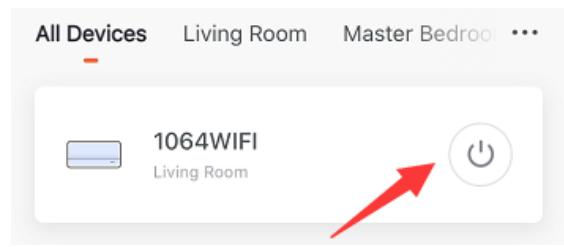

Abb. 5
- 8. Tippen Sie auf den Pfeil oben links, um zur Homepage zurückzukehren. Sie können auch einfach das Gerät ein- oder ausschalten. (Abb. 5)